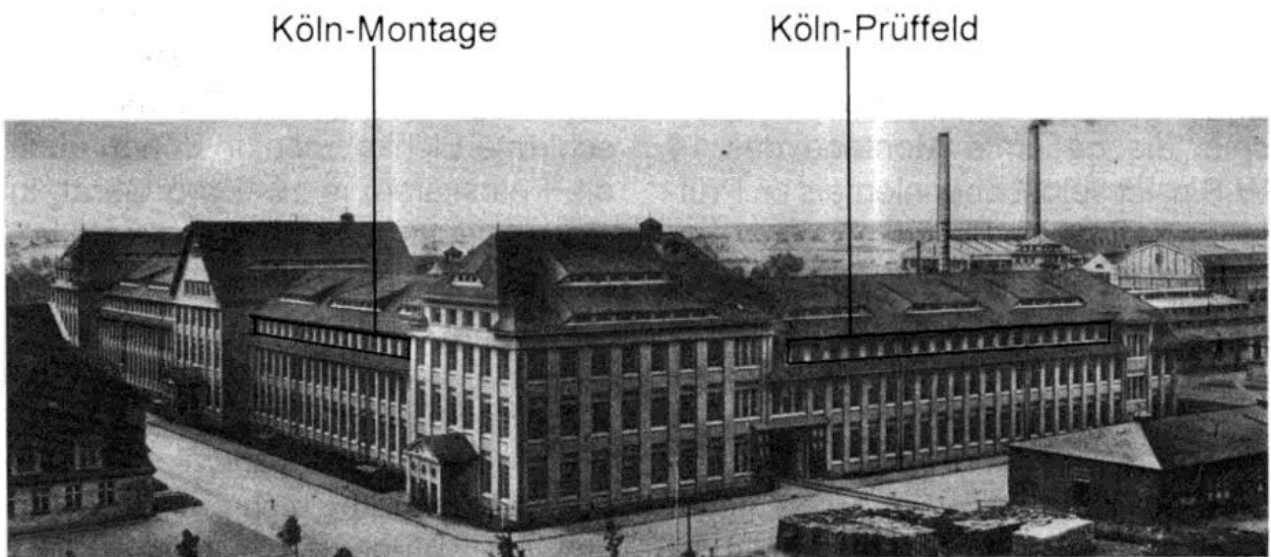

Bild 1: Werk Radeberg (Sachsen)
**E**in paradoxer Titel? Gemeint ist die Fertigung des Luftboden- Einheitsempfängers E52 "Köln" in der damaligen Sachsenwerk- Licht- und Kraft-AG, Radeberg. Bild 1 zeigt den Teil des Radeberger Werkes, in dem seinerzeit der Empfänger "Köln" hergestellt worden ist.